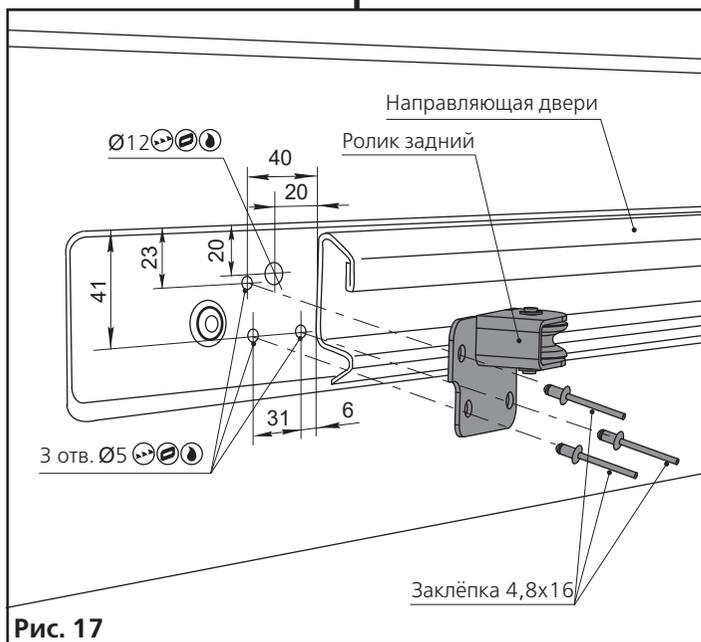

Рис. 17
2. Выполните сквозное отверстие $\varnothing 12$ мм (рис. 17) и отверстия $\varnothing 5$ мм для крепления ролика заднего (рис. 17).
3. Закрепите ролик задний заклёпками 4,8х16 (рис. 17).